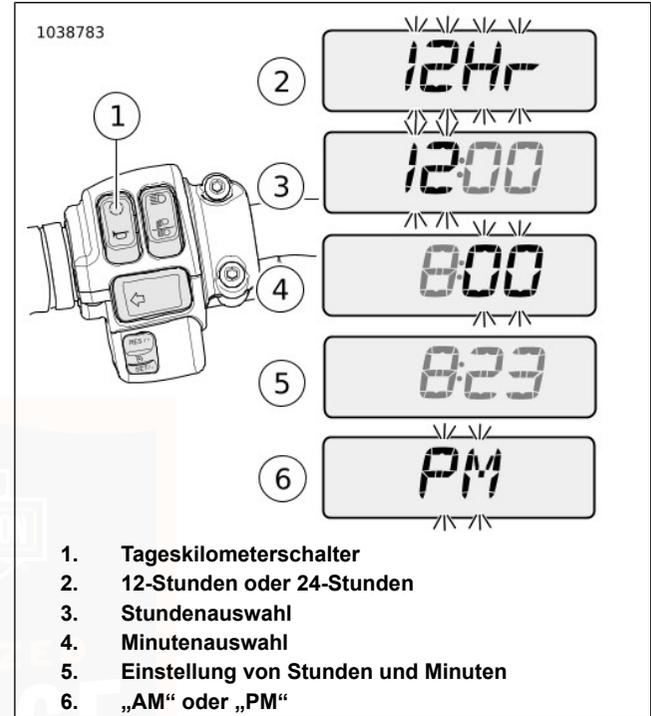

Abbildung 32. Zeitanzeigen
2. Siehe Abbildung 32. Den Tageskilometerschalter (1) mehrmals drücken, bis die Uhrzeit (Stunden und Minuten) erscheint. Den Tageskilometerschalter so lange drücken, bis auf der Anzeige die Angabe „12Hr“ (12-Stunden-Format) (2) zu blinken beginnt. Den Schalter loslassen.
4. Wenn das gewünschte Zeitformat angezeigt wird, den Tageskilometerschalter so lange drücken, bis die Stundenanzeige (3) zu blinken beginnt.
6. Wenn der richtige Stundenwert angezeigt wird, den Tageskilometer-Rückstellschalter so lange gedrückt halten, bis die Minutenanzeige (4) zu blinken beginnt.
8. Wenn die richtige Minutenzahl angezeigt wird (5), den Tageskilometerschalter so lange drücken, bis die Auswahlanzeige für AM oder PM (erste/zweite Tageshälfte) (6) erscheint.